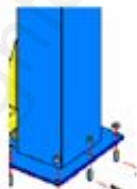

Fig. 4
2. Nadat de gaten geboord zijn, verwijder het puin en het stof zorgvuldig, en maak zeker dat de kolommen blijven op de cirkels eerder met krijt getekend (**fig. 4, 5, 6**).